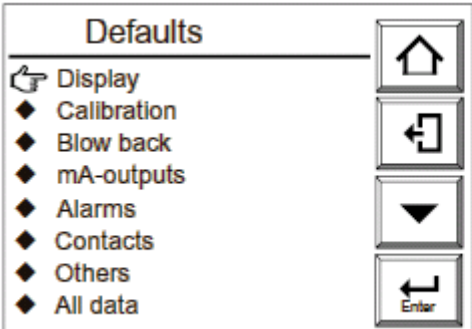

图 10.11 缺省值显示
- (1) 在基本面板上按设置键到显示执行/设置显示。然后在执行/设置显示中选择设置。
- (2) 从“命令”（设置）显示中选择其它。
- (3) 选择“缺省值”。出现如图 10.11 所示显示。